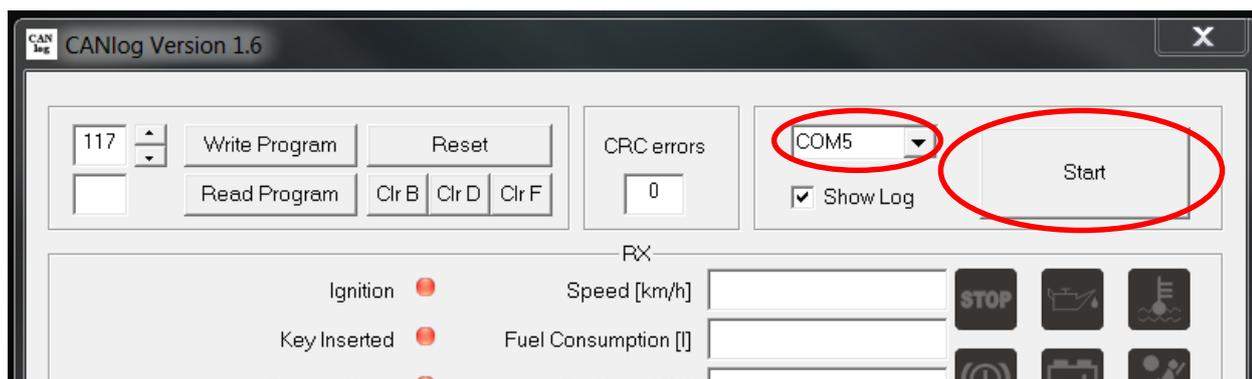

Рис.2
- нажать **Start** (см. рисунок 2)